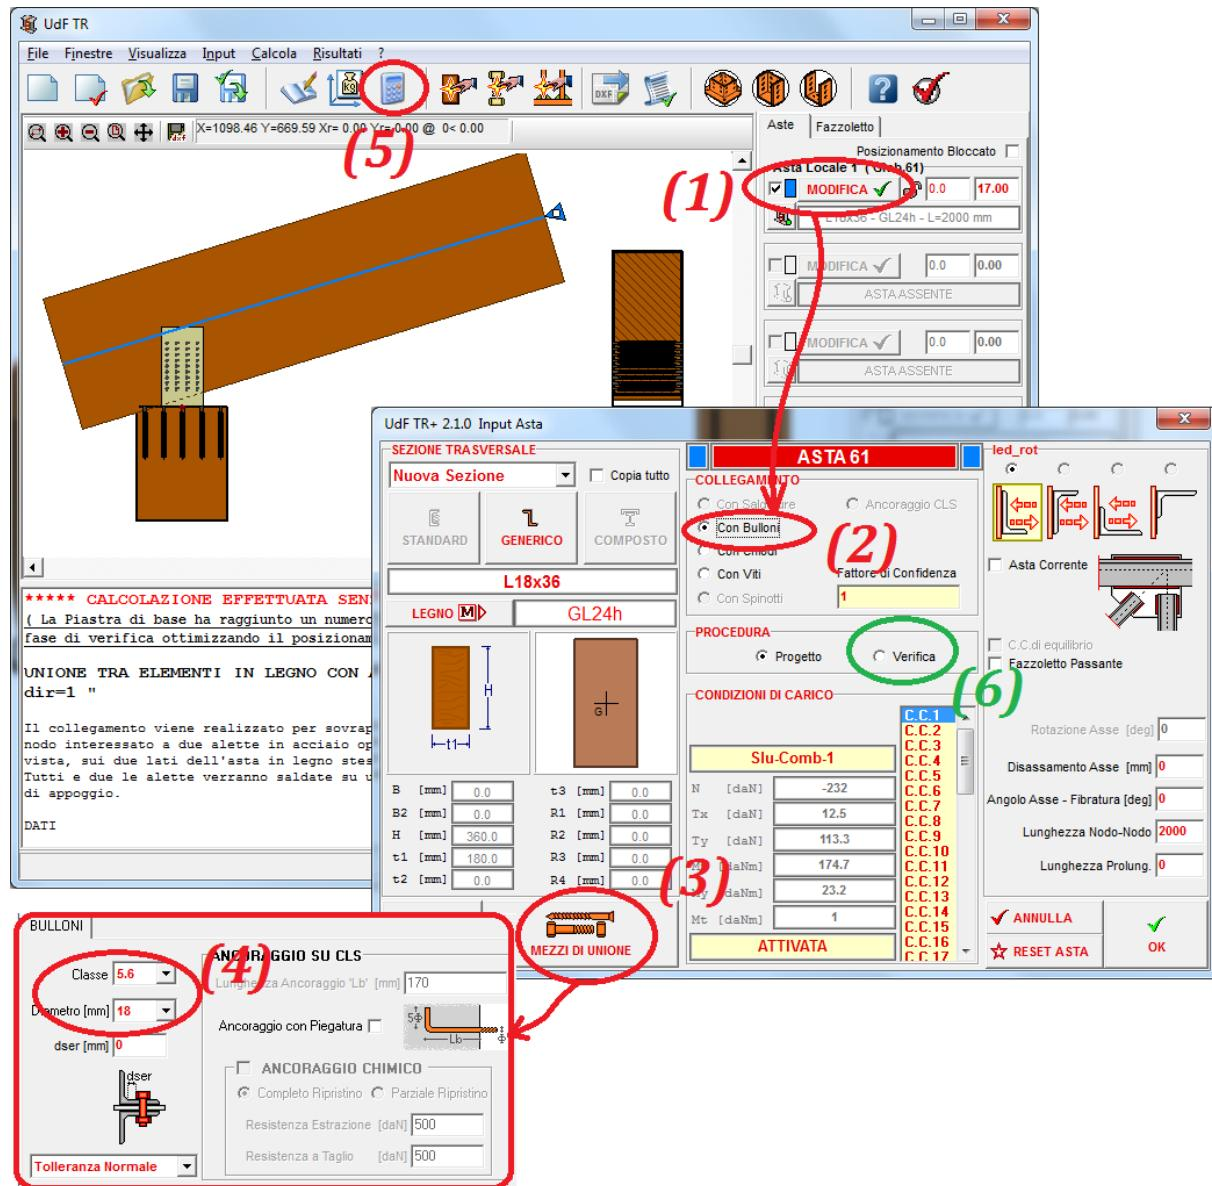

Figura 65
Con riferimento alla figura 65, si può notare come il software nel suo tentativo di progettazione abbia previsto come mezzi di unione delle viti nel collegamento tra l’asta inclinata in legno e le due alette in acciaio del dispositivo di appoggio.
Sempre con riferimento alla figura 65, all'interno della finestra “*Input Asta*” dell'asta locale 1 (asta 61) attivare (6) l'opzione “*Verifica*” per fare in modo che da ora in avanti tutte le scelte progettuali siano esclusiva dell'utente e nulla sia più affidato al software se non il solo calcolo numerico e premere sul pulsante “OK” per salvare e chiudere la finestra appena aperta.